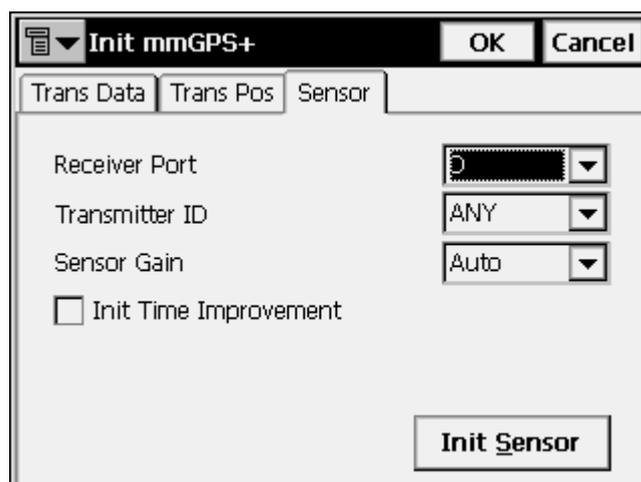

Рисунок 6-8. Подготовка mmGPS - Сенсор
2. Выберите вкладку *Sensor (Сенсор)* и задайте приводимые ниже параметры (рис. 6-8 на стр. 6-8):